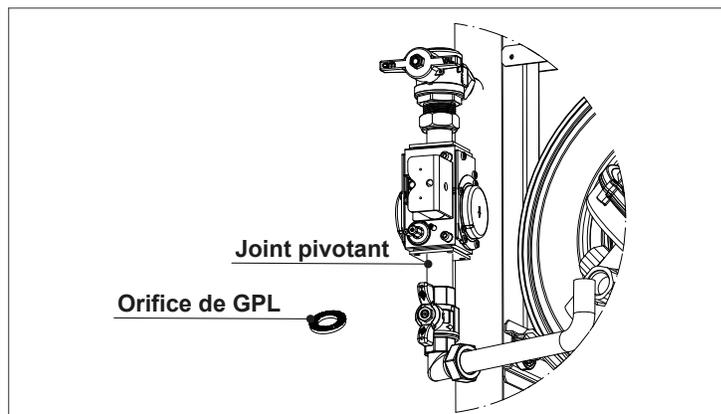

Fig. 17 Conversion du gaz naturel au gaz propane liquide
- Dévissez le joint pivotant indiqué à la Fig. 17 pour séparer le robinet du tuyau de raccordement avec le ventilateur
- Placez l'orifice en métal fourni (Fig. 17) entre les deux joints (n° de l'orifice : 9.5).